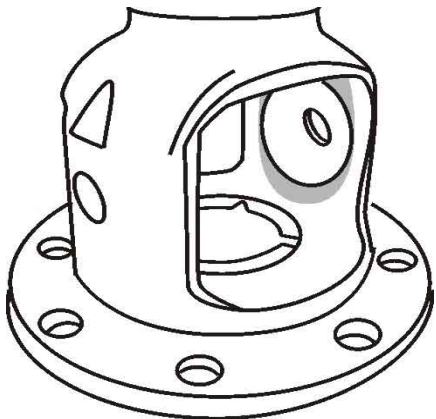

Рис. 2
5. В местах, помеченных на Рис. 2, необходимо снять часть металла, используя круглый напильник или «дремель».